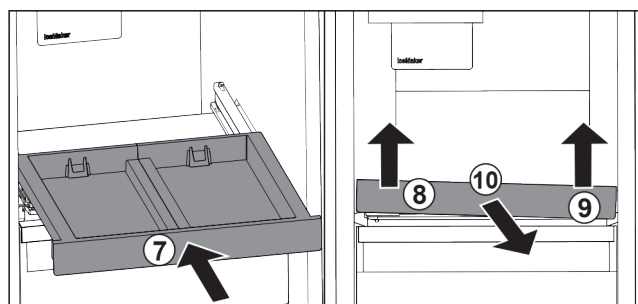

Fig. 24
- ▶ Zasuňte vyťahovaciu poličku. Fig. 24 (7)
- ▶ Nadvihnite vyťahovaciu poličku vpredu vľavo. Fig. 24 (8)
- ▶ Nadvihnite vyťahovaciu poličku vpredu vpravo. Fig. 24 (9)
- ▶ Odoberte vyťahovaciu poličku dopredu. Fig. 24 (10)